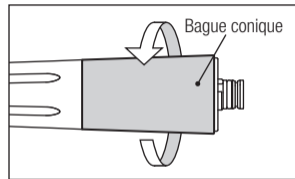

Fig. 14 35
- 1) Dévissez et enlevez la bague conique à l'arrière de la turbine. (Fig. 14)